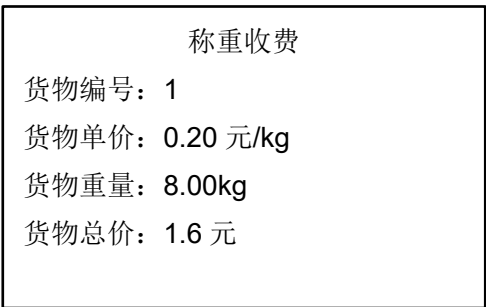
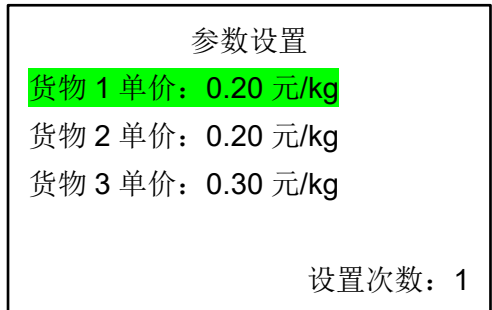

图 2 货物重量及价格显示参考界面
图 3 货物单价设置参考界面
- 设置：按下设置按键后，进入单价设置界面（图 3），通过切换按键，切换选择待调整的货物单价，被选择的显示单元高亮显示，然后通过“加”、“减”按键进行调整，再次按下设置按键保存本次的调整结果到 E2PROM 存储器，退出单价设置界面（图 3），返回称重收费界面（图 2），并将参数配置信息输出通过串口输出。串口配置信息输出格式如下：
- ①图 2、图 3 为液晶显示参考界面，选手设计界面，不必与上图完全一致，但需要按序体现出全部显示要素。
- ②货物单价、重量、总价保留小数点后两位有效数字。
- ③“设置次数”在每次设置完成后加 1，如未改动任何货物单价则不累加。